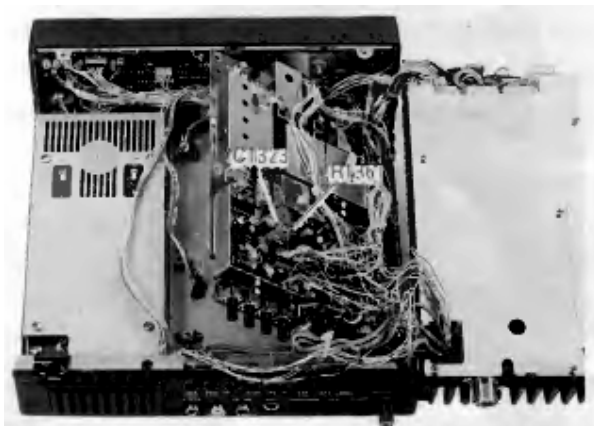
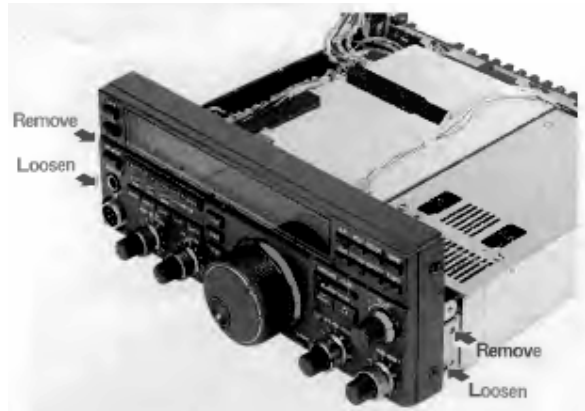

Рисунок 9.
Рисунок 8.
- Удалите 7 винтов, показанных на рис.7 (обратите внимание, что один рядом с гнездом DVS-2 на задней панели) и так же удалите верхние винты на каждой стороне передней панели(рис.8 на след. стр.) и ослабьте нижние. Это позволит откинуть лицевую панель вниз так, чтобы общий блок можно было приподнять как показано на рис.9(след. стр.).
- Руководствуясь рис.9, определите конденсатор С1323 и резистор R1361 на плате прямо за узлом генератора перекусите эти проводники и удалите их
- Осторожно вставьте панель основного блока в шасси, убедившись, что нет прижатых проводов. Присоедините отключенные кабели на плате в соответствии с рис.6 и контакт 1 цветового кода проводов в таблице ниже до установки шести винтов на плату и одного в заднюю панель (рис.7) и двух с каждой стороны лицевой панели(рис.8). Так же приклейте ленту на верх блока VCO.